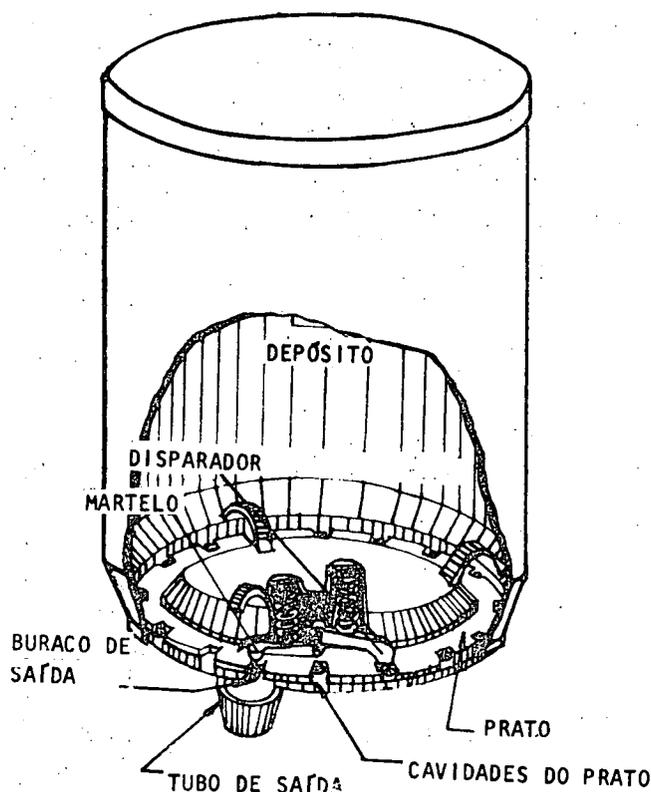

Fig. 2
**ALIMENTAÇÃO.** (Fig. 2). Consta de um elemento móvel com celas ou pequenas caixinhas, cujo tamanho permite acomodar sementes individualmente ou em grupos de número definido.